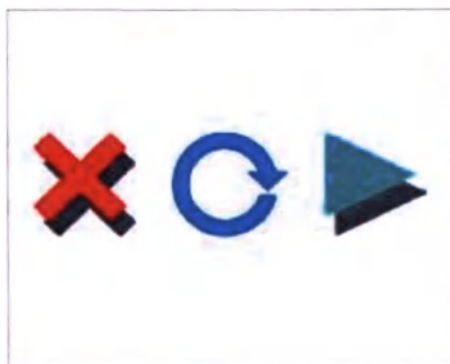

Рис. 84
- **Кнопка синего цвета, активированная функция:** отображается экран выбора (как на Рис. 84).